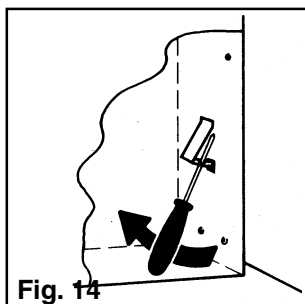

Fig. 14
- Pour desserrer les deux crampons de fixation (fournitures de montage), introduisez un tournevis cruciforme d'un diamètre max. de 3 mm dans la fente de la languette et poussez-la en même temps vers l'intérieur (côté carrosserie de l'appareil). **Fig. 14.**